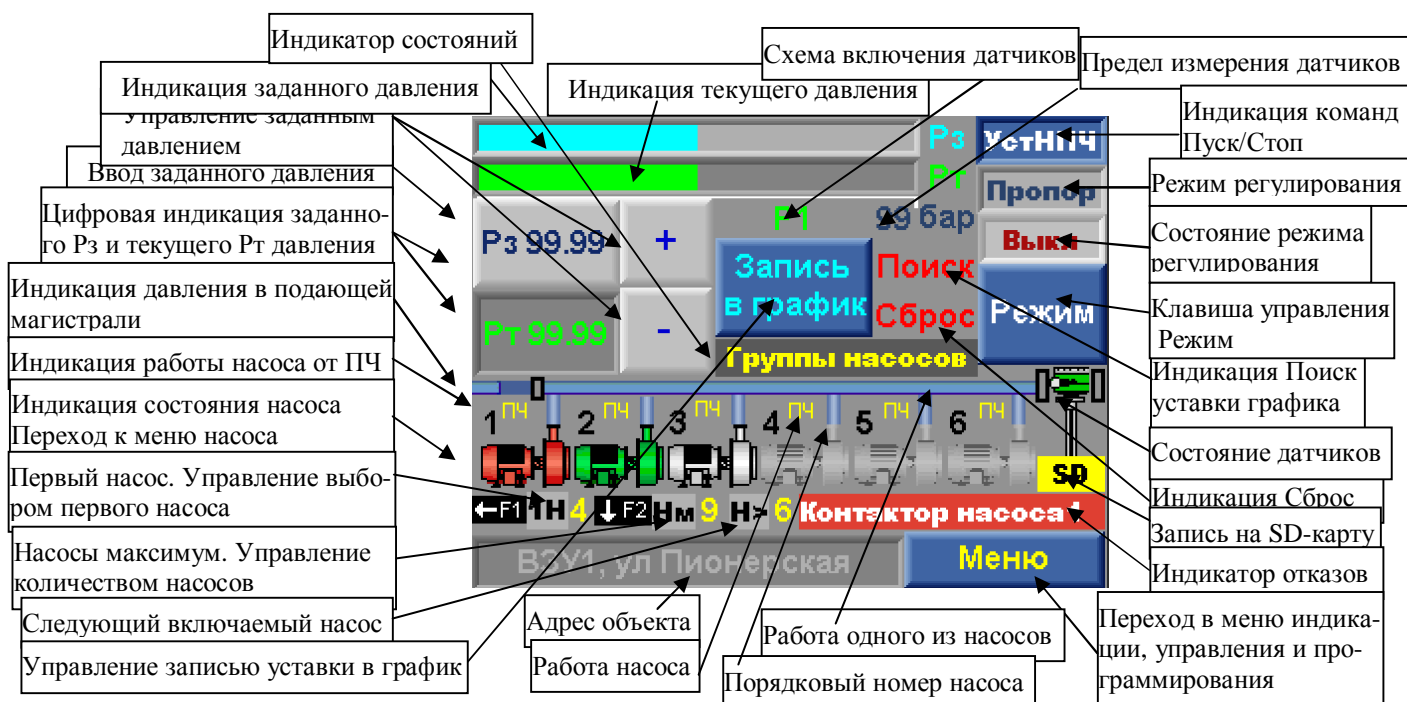

Рис.7.1. Главное меню
При выполнении графиков уставок имеется возможность изменения значения выполняемой уставки от экрана Главного меню (рис. 7.1) без перехода к меню программирования графиков. При изменении величины уставки клавишами +/- Главного меню относительно выполняемой уставки согласно графику на экране меню индицируется клавиша «Запись в график». При касании символа клавиши измененное значение записывается в запрограммированный график соответственно рабочих или выходных дней, клавиша ввода при этом исчезает. При отказе от ввода уставки символ клавиши записи ис-
а) Главное меню (рис. 7.1) – клавиша отключения и повторное включение режима автоматического регулирования в том случае, когда режим был включен переключателем «Режим» на лицевой панели шкафа;
- наличием клавиш Стоп /Пуск на экранах Главного меню (рис. 7.1), меню Управление насосами (рис.9.1);
При подаче напряжения в схему управления загорается светосигнальная арматура зелёного цвета «Питание», после чего на дисплее БУК отображается **Главное меню** (рис.7.1).
Из экрана **Главного меню** производится переход к экранам управления, программирования и индикации состояний системы. При нажатии клавиши **Меню**, расположенной в правом нижнем углу Главного меню (рис. 7.1), производится вызов Меню перехода (рис. 7.2), работа с которым позволяет перейти в ту или иную область программирования, индикации или управления.